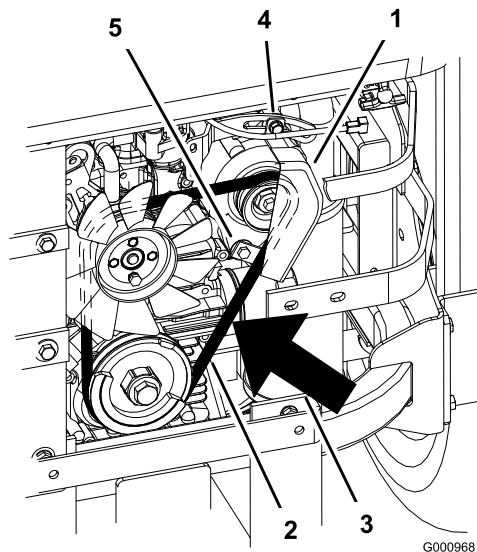

Figura 68
7. Allentate il bullone inferiore e togliete il bullone superiore che fissa l'alternatore ed il coperchio (Figura 68).
9. Montate la nuova cinghia attorno alle pulegge e all'alternatore (Figura 68).
14. Serrate il bullone inferiore e montate il bullone superiore che fissa l'alternatore ed il coperchio (Figura 68).
2. Regolate l'alternatore verso l'esterno fino ad ottenere una flessione della cinghia di 7-9 mm tra le pulegge del motore e dell'alternatore con una forza di 10 kgf (Figura 68).
5. Se la flessione è esatta, serrate i bulloni inferiore e superiore (Figura 68).